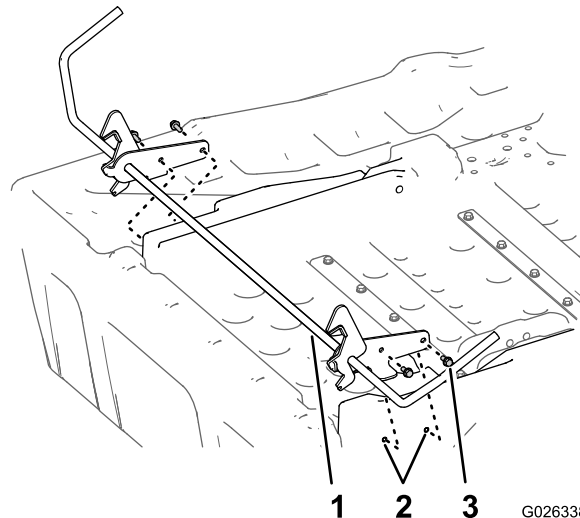

Figura 10
1. Alinhe os orifícios do conjunto do trinco do kit para as inserções roscadas na nova caixa de carga (Figura 10).
2. Anexe o trinco à caixa de carga com os 4 parafusos de cabeça sextavada (5/16 x 3/4 pol.); consulte Figura 10.